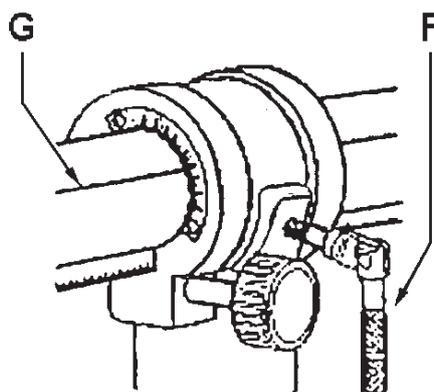

Рис.4
- Ослабьте рукоятку зажима (F, Рис. 4) и поверните в соответствии со шкалой и базовой линией (G).